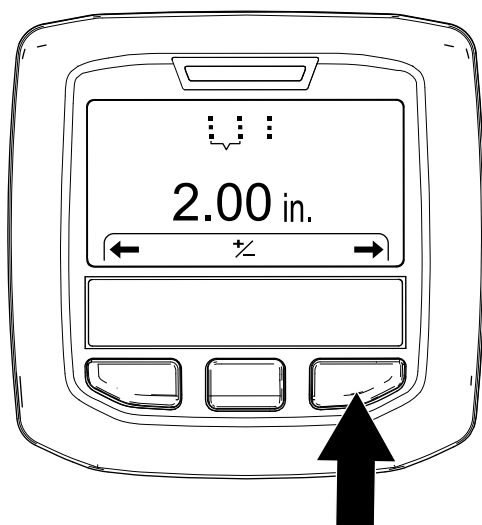

Figura 48
4. Premete il tasto destro dell'InfoCenter per visualizzare la schermata Impostazione della distanza tra i fori (Figura 48).
5. Premete il tasto destro dell'InfoCenter per visualizzare la schermata Impostazione del diametro delle fustelle (Figura 48).